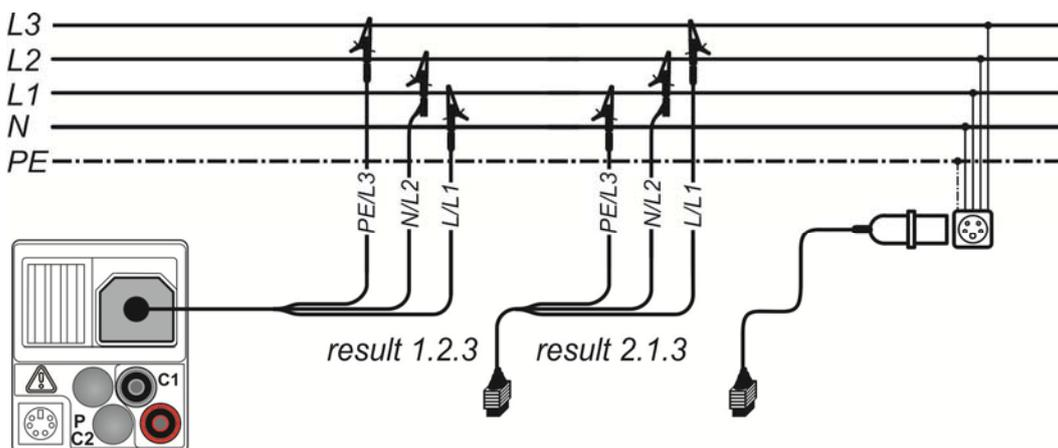
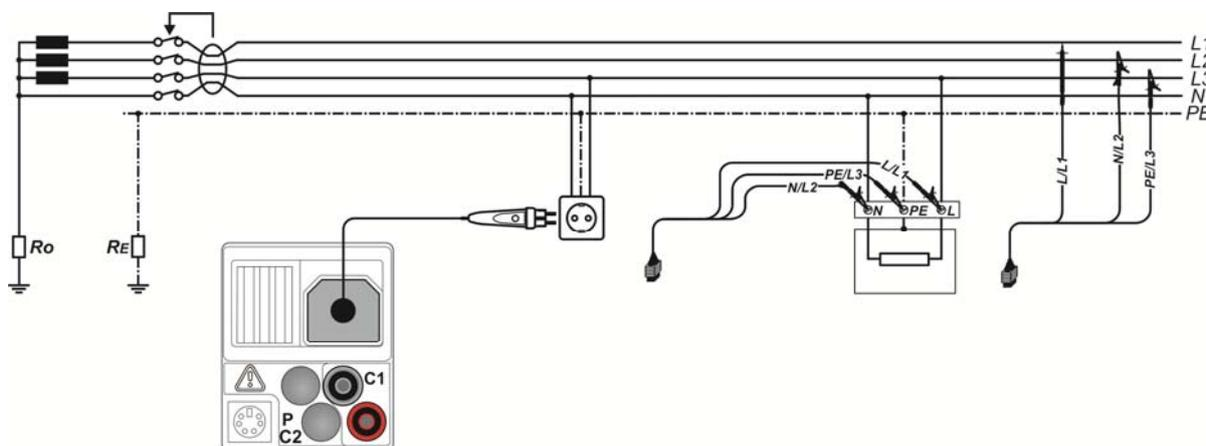

Abbildung 5.2: Anschluss der 3-Leiter-Prüfleitung und des optionalen Adapters im Drehstromsystem
Abbildung 5.3: Anschluss des Commander-Prüfsteckers und der 3-Leiter-Prüfleitung im Einphasensystem
- **Schließen Sie** die Prüflleitungen an den Prüfling an (siehe *Abbildung 5.2* und *Abbildung 5.3*).